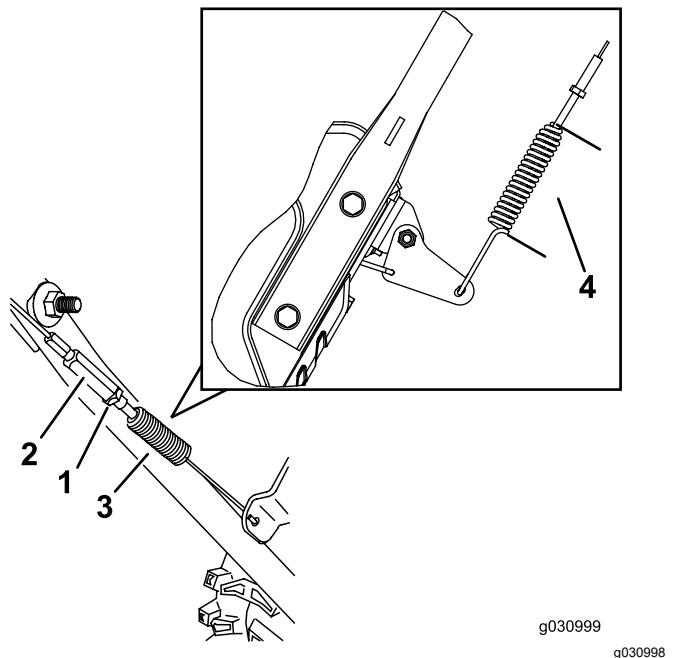

Figura 27
3. Afloje o apriete el tensor para ajustar la longitud del muelle a 5,5 cm, como se muestra en la Figura 27.
4. Apriete la contratuerca (Figura 27), asegurándose de que hay una ligera tensión en el cable.